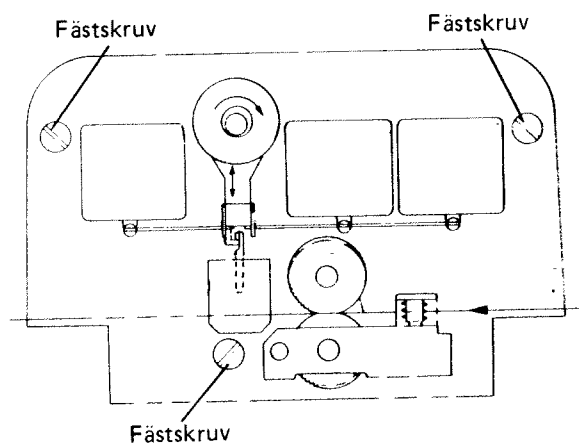

Bild 4.
- o Lossa de tre fästskruvarna, se bild 4.